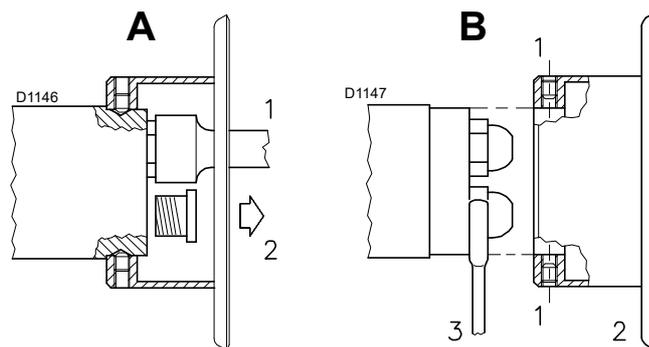

Abb. 16
- Montieren Sie nach dem Entfernen der Plastikpfropfen 2)(A Abb. 16) die beiden Düsen mit dem (16 mm) Rohrschlüssel 1)(Abb. 16) über die mittlere Öffnung der Flammenstabilitätsscheibe oder lösen Sie die Schrauben 1)(Abb. 16), entfernen Sie die Scheibe 2)(B Abb. 16) und tauschen Sie die Düsen mit dem Schlüssel 3)(B Abb. 16) aus.